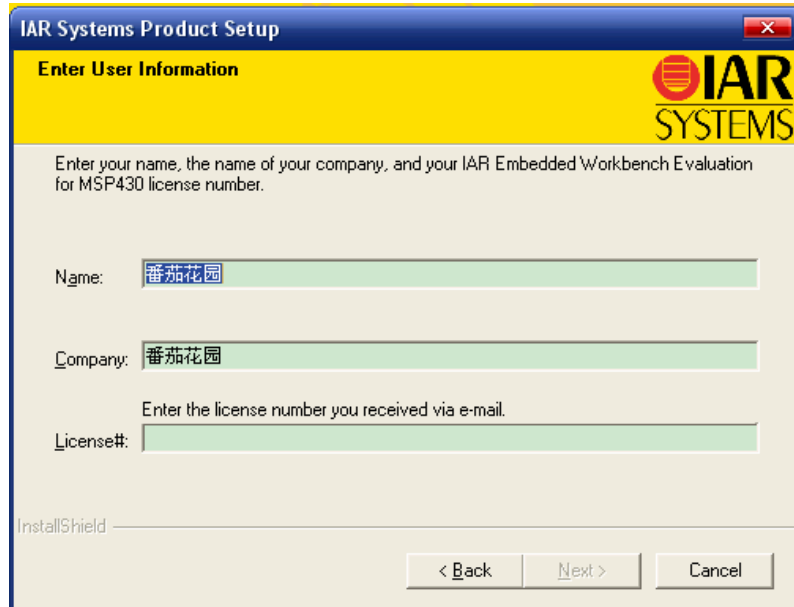
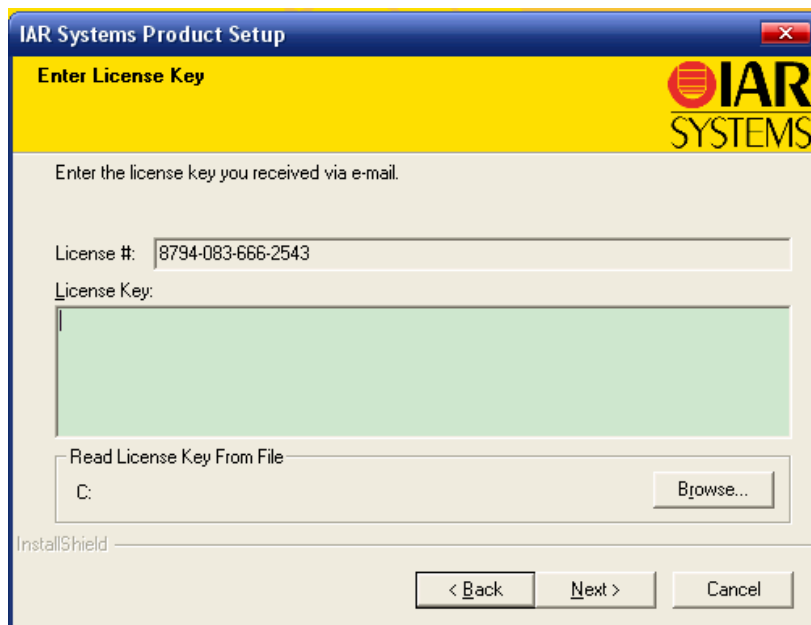

图 1.5
图 1.6
3、双击名为 EW430-ev-web-342A 的图标，等待解压缩完毕后出现安装画面，单击 **Next** 后看到关于 **License** 的说明再单击 **accept** 就可以看到如图 1.5 所示的画面。
4、用户可以随意更改 **Name** 和 **Company** 中的内容；然后选择已经打开的注册机，将 **License number+key** 下文本框中的数字复制出来，粘贴到图 1.5 的 **License** 下面的文本框中，可以看到原来灰色的 **Next** 按钮变成了黑色，单击 **Next** 进入下一页，看到图 1.6。